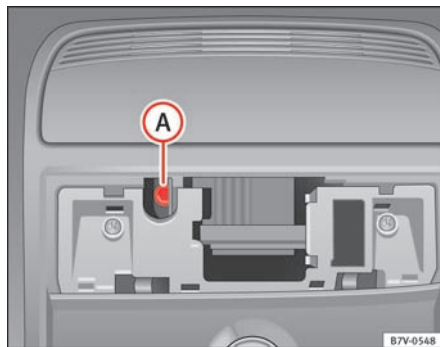

Fig. 191 Unbrakobolt til lukning af panoramaskydetag
- Stik en almindelig 4-mm-unbrakonøgle¹⁾ ind i unbrakoskruen ⇒ Fig. 191 **A**.